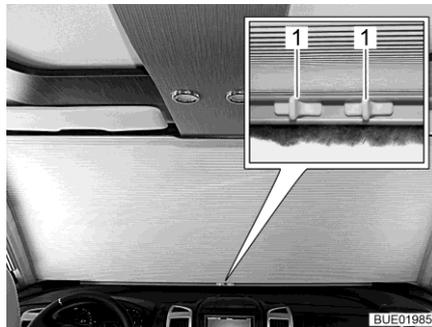

Bild 103 **Manuelle Frontscheibenverdunklung, geschlossen**
- Griffe (Bild 103,1) zusammendrücken.